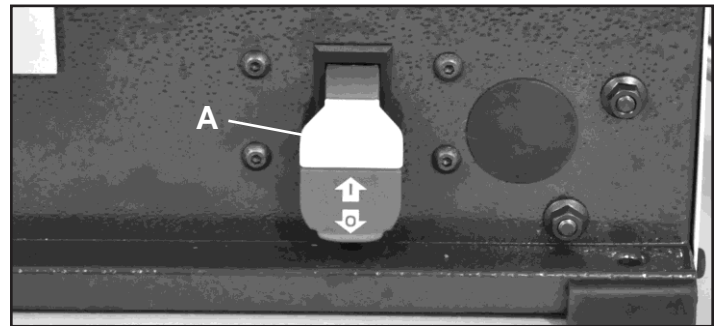

FIG. 12
1. L'interrupteur SUR/EN CONGÉ (A) est situé à l'avant de l'jointeur. Pour tourner le joint "ON", l'onglet de sécurité jaune (A) doit être inséré dans l'interrupteur. Déplacez ensuite l'interrupteur vers le haut pour démarrer la machine.
2. Pour tourner le jointer "EN CONGÉ", déplacez le commutateur vers le bas. FIG. 12.